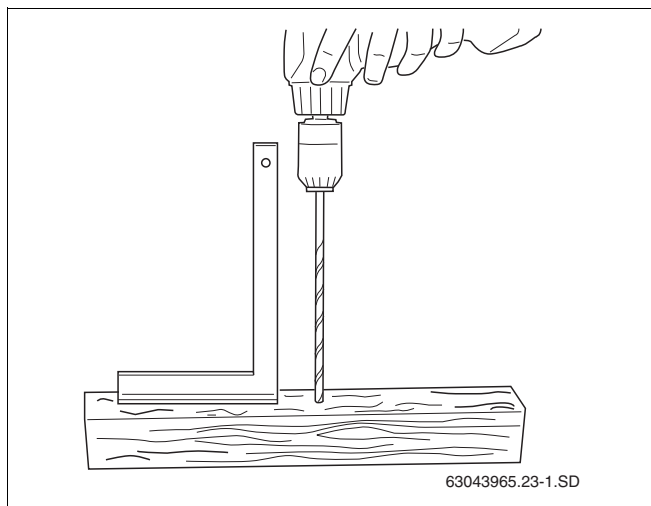

Fig. 22 Udarbejdelse af boreskabelon
- ▶ Tag et kanttræ med en længde på ca. 0,50–1,00 m. Bør et gennemgående hul (Ø 6 mm) lodret ind i kanttræet (fig. 22).